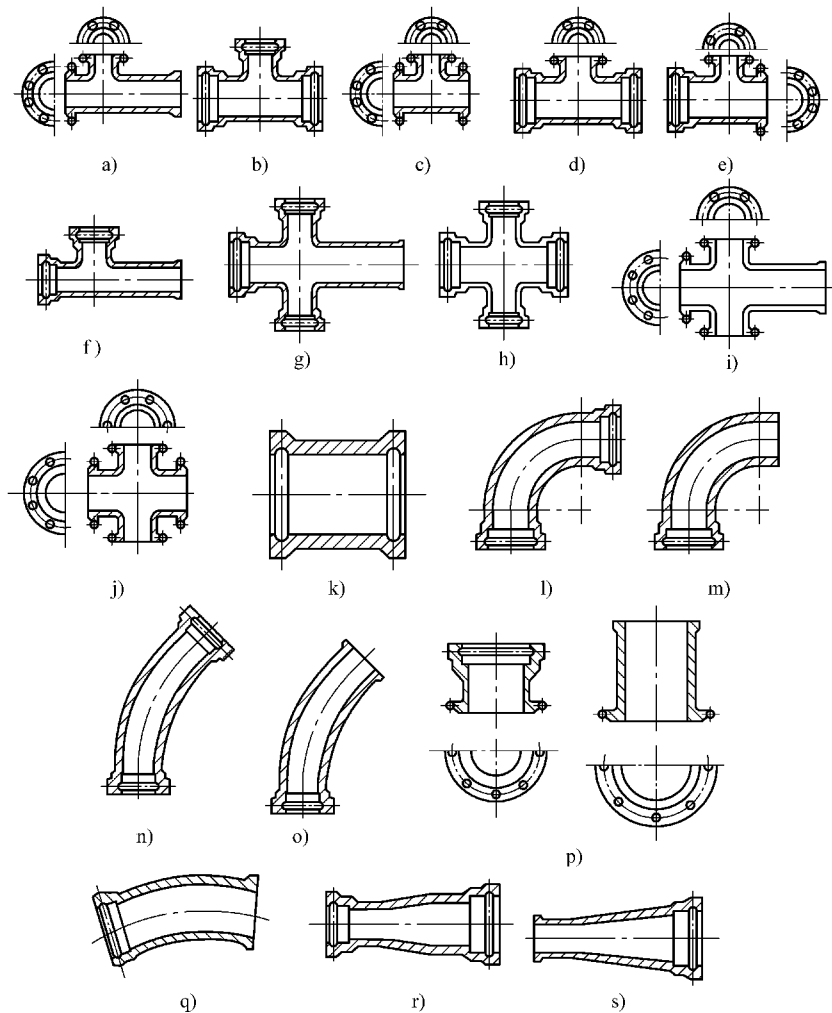

图 2-39 给水铸铁管件
3) 给水铸铁管管件，按承口形式分为承插和法兰两种，见图 2-39。